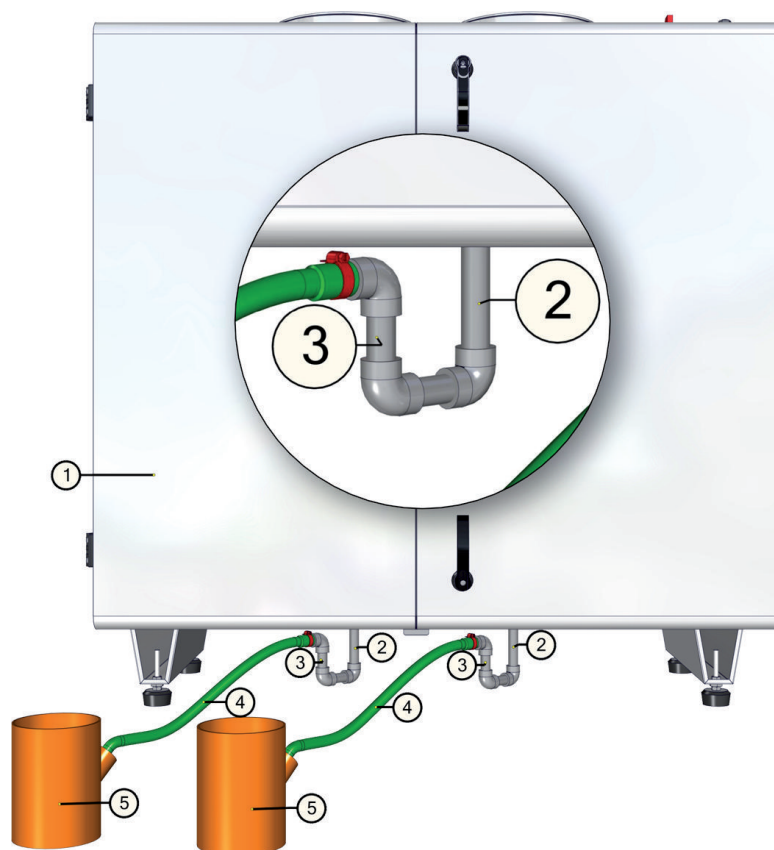

Рис. 9.1. Отвод конденсата от вентиустановки.
*Сифон (3) должен быть смонтирован ниже вентиустановки (1).*
*После монтажа дренажной системы проверьте ее работу, залей в поддон отвода конденсата 0,5 литра воды (сифон (3) должен быть постоянно заполнен водой). Если вода не вытекает из поддона, устраните данную неисправность. Система отвода конденсата должна эксплуатироваться в помещениях с температурой воздуха выше 0 °С, в противном случае необходимо покрыть тепловой изоляцией всю систему отвода конденсата от вентиустановки до канализационной трубы и проложить нагревательный элемент (в виде кабеля) под изоляцией. Схема отвода конденсата от вентиустановки показана на Рис. 9.1.*